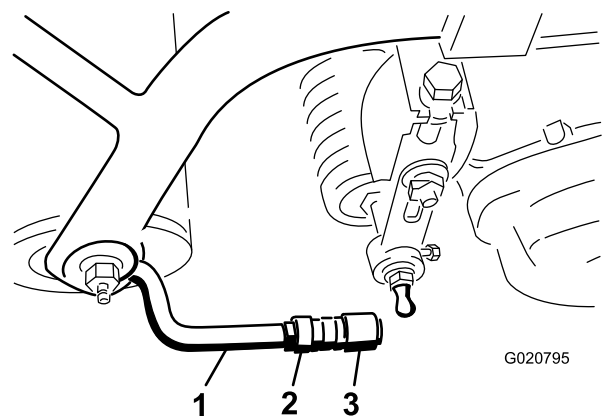

Bild 7
5. Richten Sie die Innensechskante der Kugelgelenke so aus, dass die offene Seite des Sechskants zum Kugelbolzen zentriert ist; ziehen Sie die Klemmmuttern an, um die Innensechskante zu arretieren (Bild 7).